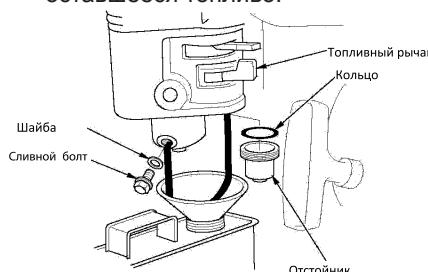

Рис.28 Слив топлива из карбюратора
- Слейте или выработайте топливо в баке. Поместите подходящую емкость для топлива под карбюратор, и используйте воронку, чтобы избежать утечки топлива (Рис.28).